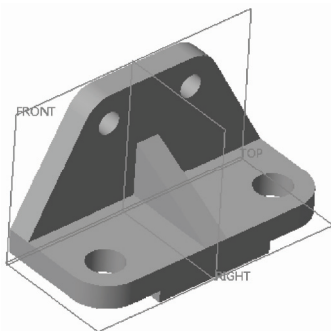

图 5-9 打开模型文件
STEP 01 单击快速访问工具栏中的“打开”按钮，打开模型文件，如图 5-9 所示。